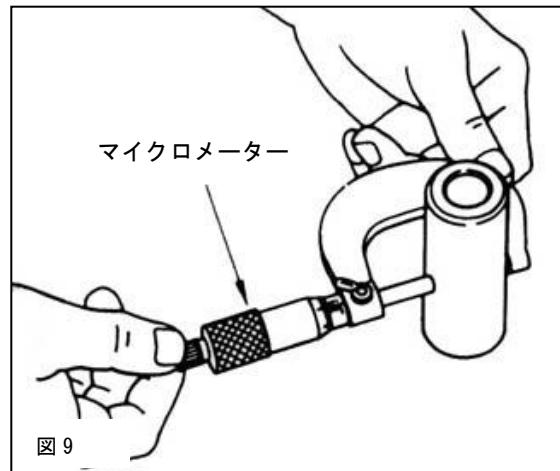

図 9
7.2 ピストンピン外径をマイクロメーターで測定します。 (図 9)